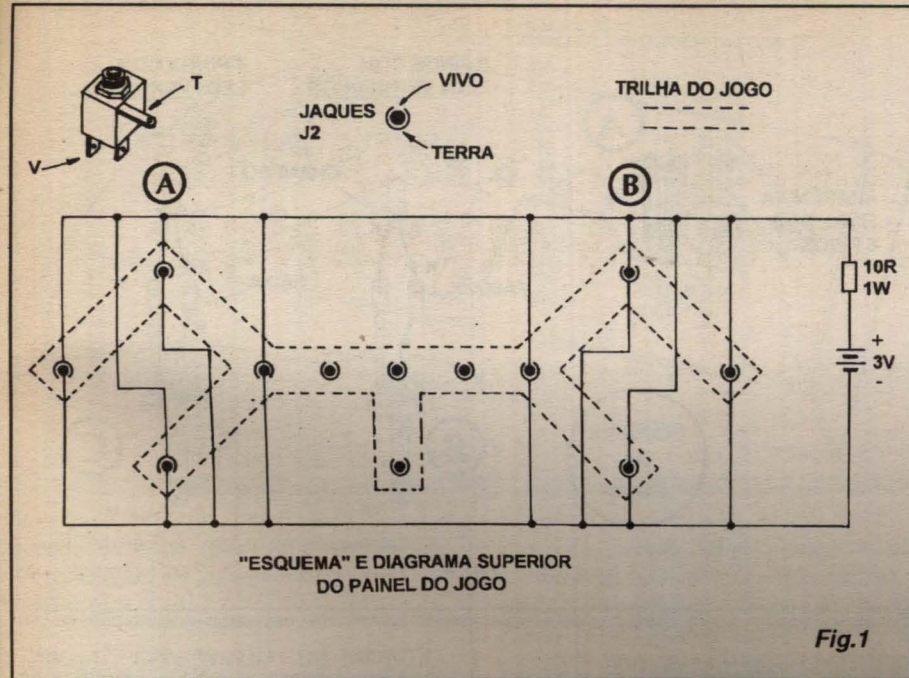

Fig.1
muito longo, poderá efetuar as modificações narradas no texto descritivo da FIG. 1.
- FIG. 1 - DIAGRAMA ESQUEMÁTICO DO CIRCUITO E LAY OUT DO PAINEL SUPERIOR DO JOGO - Duas informações visuais superpostas: o *esquema* básico das conexões internas ao painel